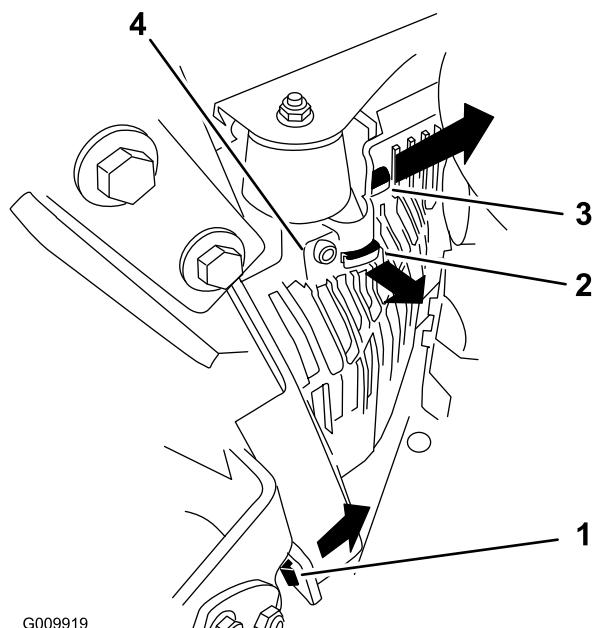

Figure 61
3. Déposez la protection de l'unité hydraulique gauche dans l'ordre indiqué à la Figure 61. Vous pourrez ensuite accéder à la bougie avant.
2. Posez la protection de l'unité hydraulique (Figure 61).